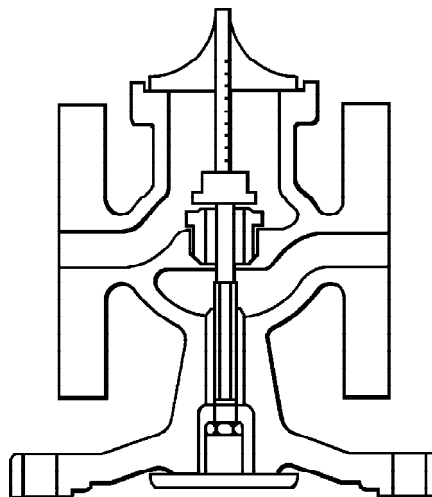

Fig. 7
9. Där en del har suttit eller där grundlig slipning har utförts är det viktigt att återinställa huvudventilens tryckstag (23) för att ge det rätta ventilslaget.
10. För att göra detta är det nödvändigt att lossa huvudmembranplattan och tryckstagsatsen (23) enligt följande steg i sektion 21.2 och 21.3.
11. Sätt tillbaka tryckstagsatsen (23) och byt ut huvudventilen (21), se till att den placeras på sätet.
12. Nu kan huvudventilen öppnas genom att trycka upp plattan (24) tills den kommer upp mot stoppet på huset. Se Fig. 7. Kontrollera ventillyftet genom att (som visas) använda ett djupmått.
13. Om slaget är ett annat än det som visas i tabellen här under ska låsmuttern (25) lösgöras och slaget ska justeras genom att skruva tryckstaget (23) in eller ut ur membranplattan (24). När slaget är rätt ska låsmuttern (25) dras åt igen.